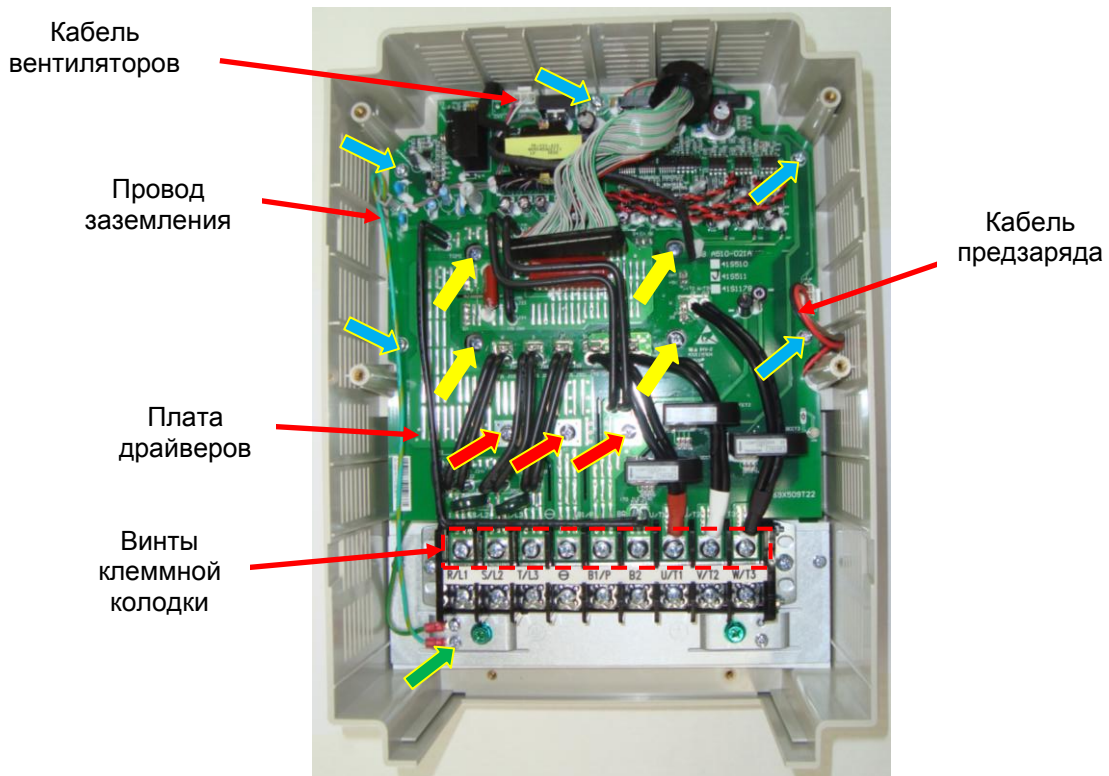

Рис. 6.9
6.4.4. Отсоединить разъем кабеля вентиляторов, кабеля предзаряда и провода заземления (рис. 6.9).
6.4.5. Выкрутить три винта подключения емкостной платы (красные стрелки, рис. 6.9).
6.4.6. Выкрутить четыре винта крепления матрицы IGBT к радиатору (желтые стрелки, рис. 6.9).
6.4.7. Выкрутить пять винтов крепления платы драйверов (синие стрелки, рис. 6.9).
6.4.8. Выкрутить винт крепления провода заземления (зеленая стрелка, рис. 6.9).